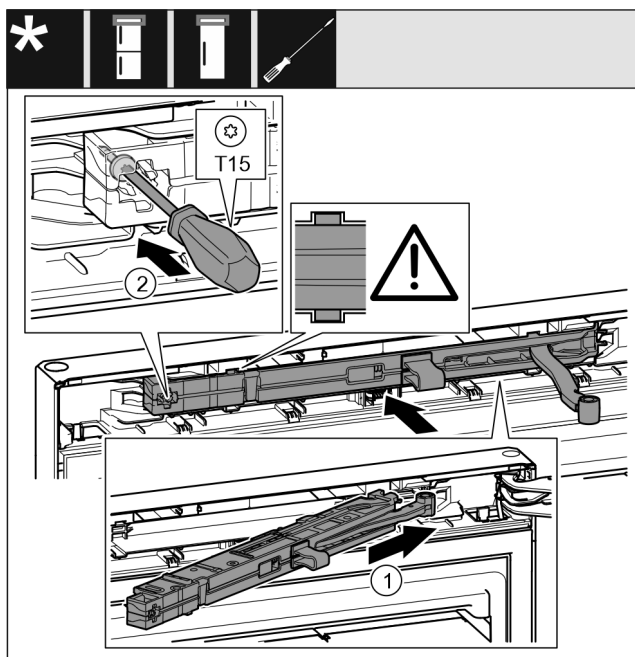

Fig. 24
- ▶ Jednotku tlumiče zavírání Fig. 24 (1) na straně stojanu ložiska zasuňte až na doraz šikmo do vybrání.
- ▶ Šroubovákem šroub Fig. 24 (2) pevně utáhněte.